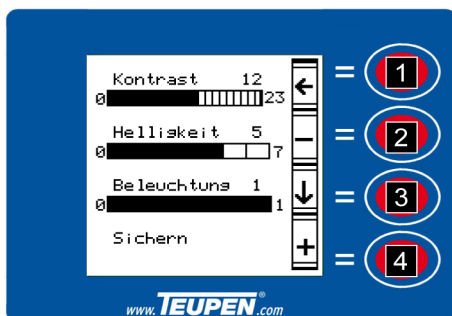

Fig. 67: Réglage écran
1. → Sélectionner le réglage souhaité avec la [touche de fonction] (Voir la Fig. 67/3).
2. → Sélectionner la valeur du réglage souhaité avec la [touche de fonction] (Voir la Fig. 67/2).
Augmenter la valeur du réglage souhaité avec la [touche de fonction] (Voir la Fig. 67/4).